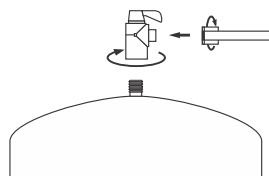

Рисунок 8. Подключение резервуара
- к резервуару монтируется вентиль (рисунок 8);